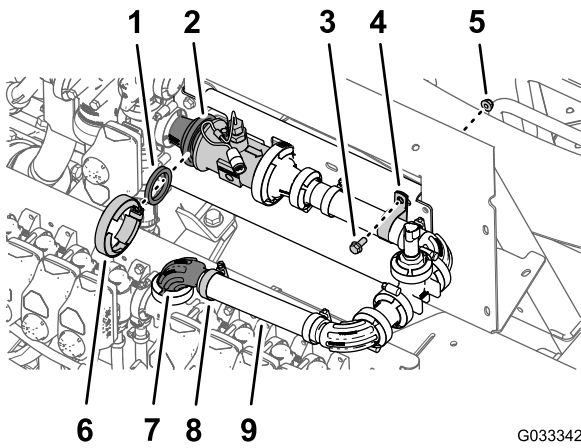

图 126
1. 将垫片2¼ 英寸放在主控制阀右侧安装的流量计与异径管适配器之间 图 126。
2. 使用法兰夹具 76mm 松松地安装垫片、流量计和异径管适配器 图 126。
3. 使用软管夹将软管 1 x 8½ 英寸的自由端松松安装到 90 度法兰接头 1 英寸的上方 图 126。
4. 如 图 126 所示用 R 形夹、凸缘头螺栓 5/16 x ¾ 英寸和凸缘锁紧螺母 5/16 英寸将压力传感器和歧管固定到歧管安装架上。